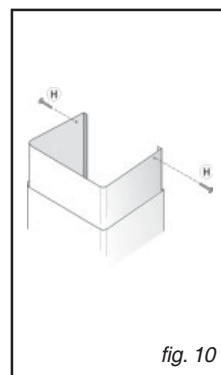

fig. 10
- Installer la cheminée en l'appuyant sur la hotte; soulever la cheminée supérieure jusqu'au plafond et la fixer à l'aide des 2 vis (H) – fig. 10.
- Installer la cheminée en l'appuyant sur la hotte; soulever la cheminée supérieure jusqu'au plafond et la fixer à l'aide des 2 vis H (fig. 10).